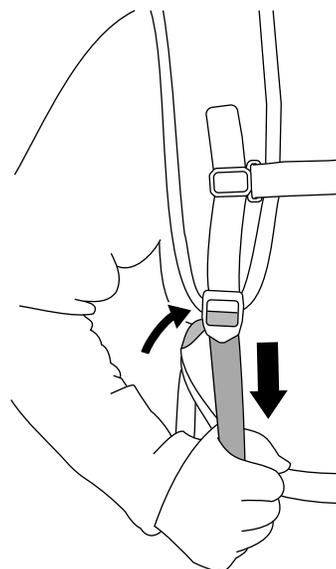

Figura 6
3. Puxe para baixo o ajustador das correias de ombro até estarem bem apertadas (Figura 6).